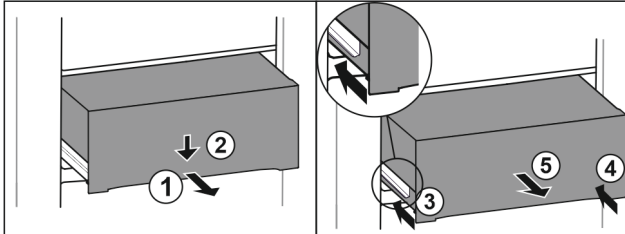

Fig. 58
- ▶ Tirer le tiroir jusqu'à mi-chemin. Fig. 58 (1)
- ▶ Appuyer sur l'avant du tiroir vers le bas. Fig. 58 (2)
- ▶ Insérer le rail gauche d'env. 2 cm. Fig. 58 (3)
- ▶ Insérer le rail droit d'env. 2 cm. Fig. 58 (4)
- ▶ Retirer le tiroir par l'avant. Fig. 58 (5)